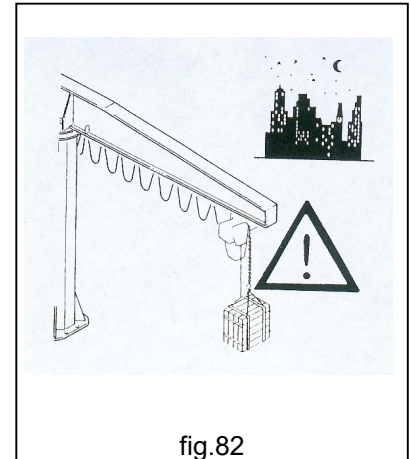

fig.82
- **NUNCA** deje la carga suspendida sin vigilancia (fig.82).